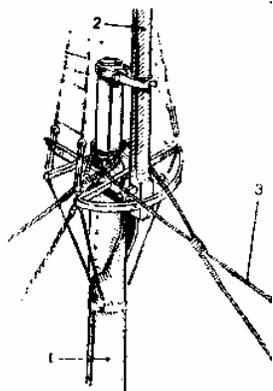

Рис. 382. Установка стень-штага на стеньге современного парусника.
**Грот-стень-штаги.** Стень-штаги, которые крепят на топе стеньги, бывают простые (одинарные) или двойные, как и нижние штаги (рис. 382). Оба конца двойных штагов у фок-мачты проходят через два блока, расположенных выше места крепления нижних вант, затем их ведут на марс, где набивают талрепами на штаг-блоках или винтовыми талрепами. Если расстояние между грот-и фок-мачтами значительное, то штаги идут непосредственно к пяртнерсу фок-мачты и на палубе обтягивают талрепами, стоящими на обухах. Стаксель ставят на одинарный или на нижний штаг.